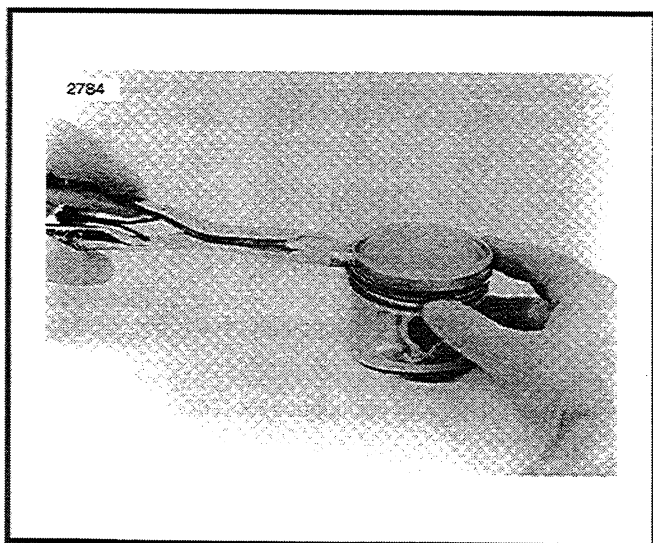

Figure 3-32. Pose des segments de piston
2. Voir Figure 3-32. Appliquez de l'huile moteur sur les gorges de piston. Utilisez un outil d'écartement de segment de piston pour glisser les segments de compression sur le piston dans leurs gorges respectives. Faites extrêmement attention de ne pas trop écarter ou tordre les segments, ou d'endommager la surface du piston lors de la pose des segments.